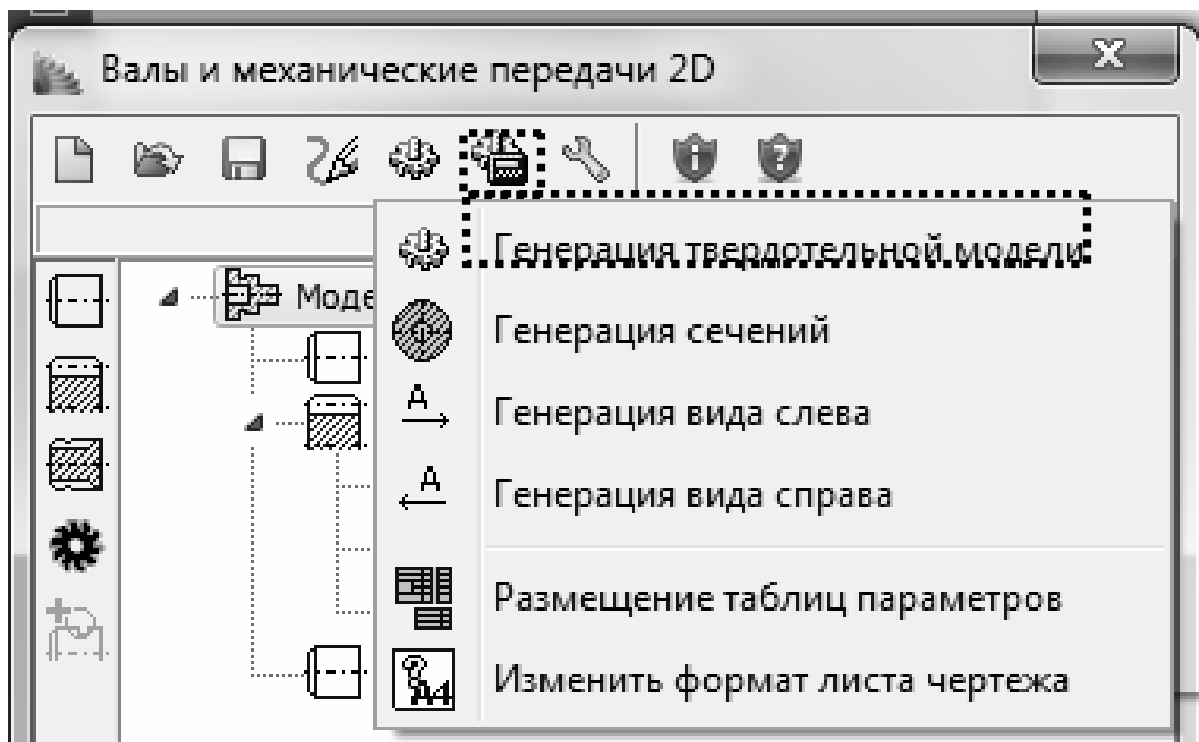

Рис. 15.23. Генерация твердотельной 3D-модели
7.2. Для создания 3D-модели вала колеса нажмите в основном меню кнопку «Дополнительные построения и действия» – выберите пункт «Генерация твердотельной модели» (рис. 15.23).